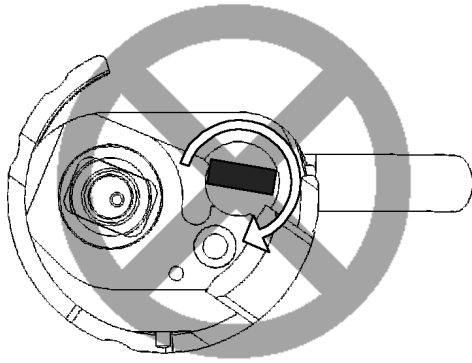

图 17: 旋转轴与后面的停止位置未接触
- 在锁定 **M2** 刀头和马达于吸环前, 确保马达的旋转轴与后面的停止位置接触。(图 17/18)